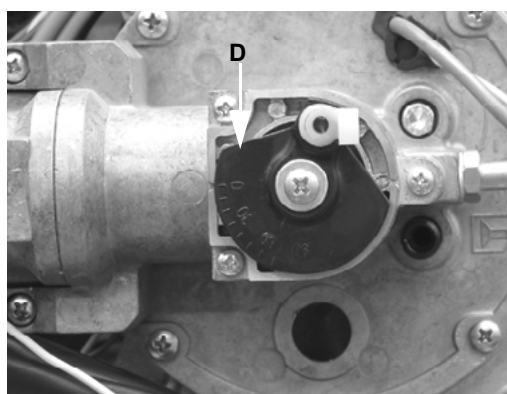

Рис. 24 - Новое положение
- 9 Повернуть диск **D**, который крепит дроссельный клапан, действуя следующим образом Рис. 24.
- 11 Повернуть на 180° диск **D** и закрепить винт **VF** (Рис. 24).